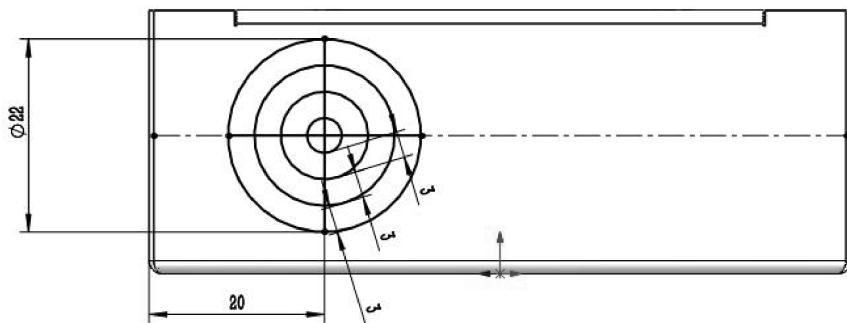

图 6-77 绘制通风口草图
- 10 创建通风口。单击【草图】选项卡中的【草图绘制】按钮 $\square$ ，选择钣金的端面作为草图平面，绘制通风口的草图，如图 6-77 所示。